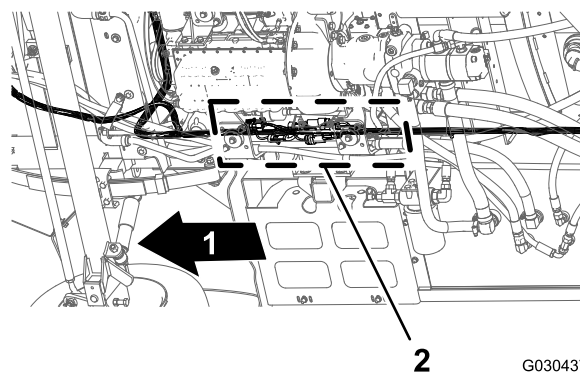

**Рисунок 112**
3. Проложите ответвление длиной 165 см и ответвление длиной 203 см нового жгута электропроводов вперед вдоль правой трубы рамы (Рисунок 112).
4. Вставьте фиксаторы «елочного» типа ответвления длиной 203 см заднего жгута проводов в отверстия в правой трубе рамы (Рисунок 112), из которых были извлечены фиксаторы «елочного» типа старого жгута проводов; см. пункт 3 в разделе Отсоединение переднего и заднего жгутов проводов (страница 21).